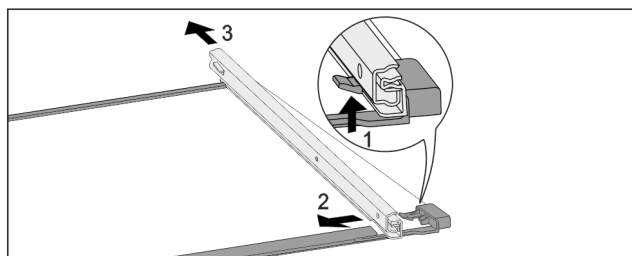

Fig. 175 带轨道的玻璃隔板
- ▶ 向上按前端的锁定钩。 Fig. 175 (1)
- ▶ 将牵伸轨推向一侧 Fig. 175 (2)，然后向后 Fig. 175 (3) 推。